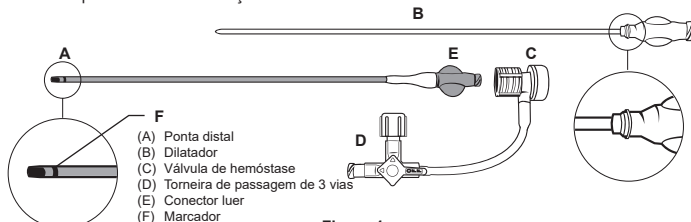
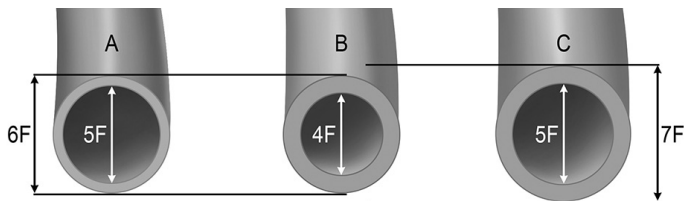

Figura 1
Figura 2: Design de paredes finas (A) de 5 French HALO ONE™ em relação a bainhas padrão de 4 French (B) e 5 French (C)
A Bainha-guia de paredes finas HALO ONE™ consiste numa bainha de paredes finas (redução de até 1 French no diâmetro externo em comparação com bainhas padrão de tamanho equivalente em French) feita a partir de uma tubagem de lúmen único entrançada, equipada com um conector luer fêmea na extremidade proximal e tem uma ponta distal atraumática formada (A) (Figura 1). O design de paredes finas reduz a espessura da parede da bainha para ajudar a facilitar o acesso intravascular das localizações, incluindo, mas sem limitação, radial, femoral, poplítea, tibial e pediosa. (Figura 2).